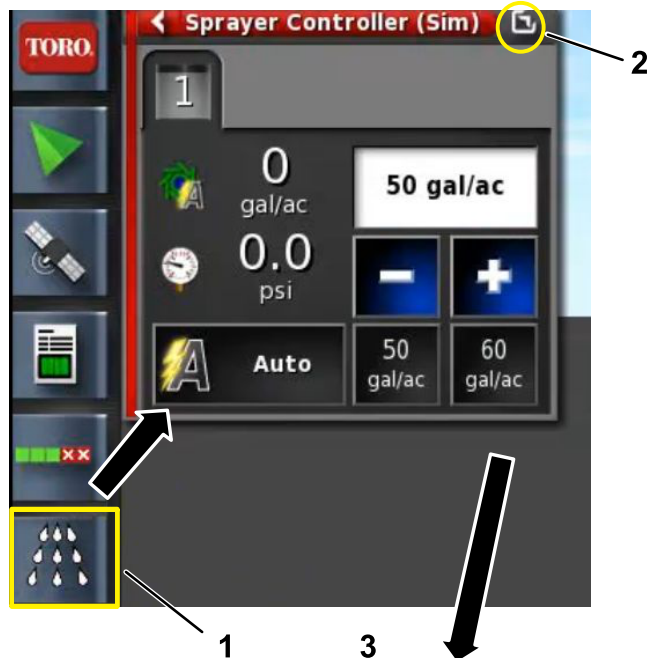

Figure 3
3. Sélectionnez le nom du produit, exécutez l'assistant de sélection de débit et confirmez (Figure 3).